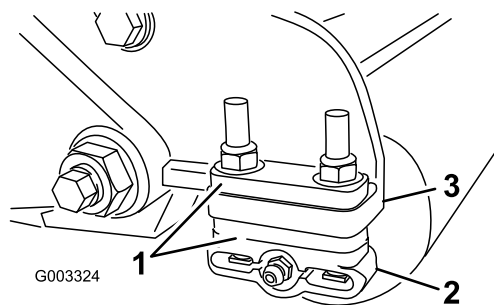

图14
1. 根据剪草高度表将所需数量的隔片放在侧板安装法兰图14下将后滚筒支架图14调节到所需的剪草高度范围。